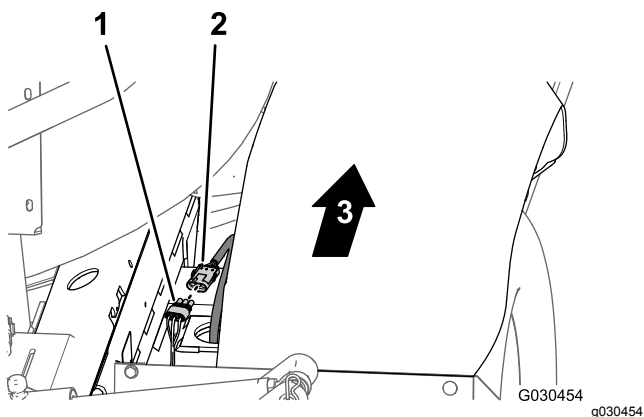

图 54
1. 在机器后部右机架管与右挡泥板之间将右液压驱动马达上速度传感器线束的 3 针接头从后主线束的 3 插槽接头中断开图 54。